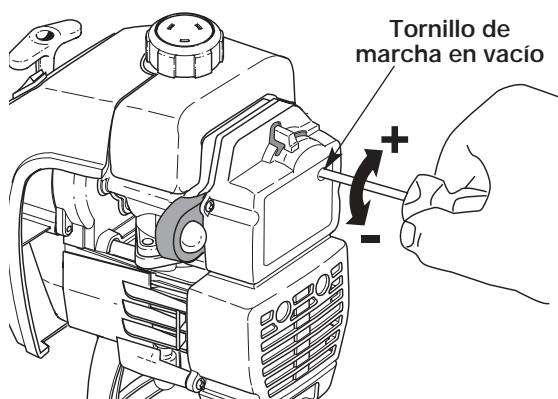

Fig. 28
La velocidad lenta del motor puede ser ajustada por la cubierta del silenciador / filtro de aire (Fig. 28).
2. Suelte el gatillo del regulador y deje que el motor funcione en marcha lenta. Si el motor se para, inserte un pequeño destornillador Phillips o de vástago plano en el orificio de la cubierta del silenciador / filtro de aire (Fig. 28). Gire el tornillo de marcha lenta en **sentido horario**, de a 1/8 de vuelta por vez (según sea necesario) hasta que el motor funciona en mínima.